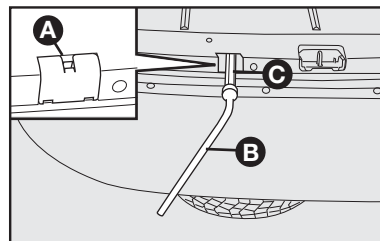

fig. 6
- Utilice el destornillador para quitar la tapa **A-fig. 6** que se encuentra ubicado en la parte trasera del compartimiento de equipajes y, con la llave de rueda y llave con prolongación **C-fig. 6**, gire el mecanismo en el sentido horario hasta el final del recorrido, para permitir que la rueda de repuesto pueda bajar.